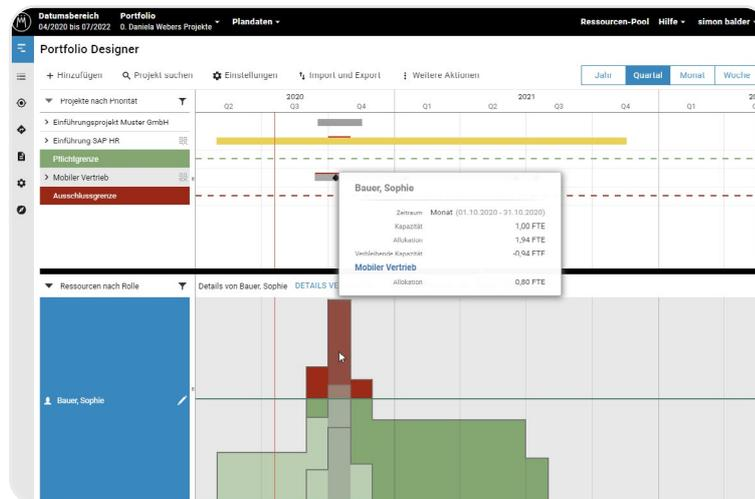

Abbildung 14: Im Resource-Conflict-Resolution-Meeting werden Ressourcenauslastungen analysiert – auch portfoliofremde Projekte werden berücksichtigt.
Schritt 2: Identifizieren Sie den Konflikt und analysieren Sie die Auslastung der betroffenen Ressourcen. Dabei zeigt die Ansicht **Portfolio Designer** auch portfoliofremde Projekte und zugehörige Allokationen ausgewählter Portfolio-Ressourcen an, so dass der Blick für das Gesamtbild nicht verloren geht. (siehe Abbildung 14).